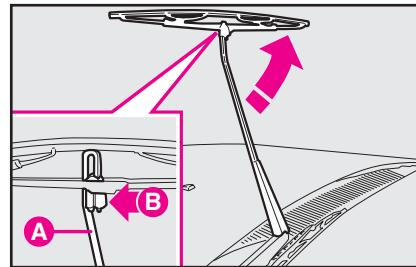

fig. 23
1) Поднимите рычаг **A** стеклоочистителя и установите щетку перпендикулярно рычагу (**рис. 23**).